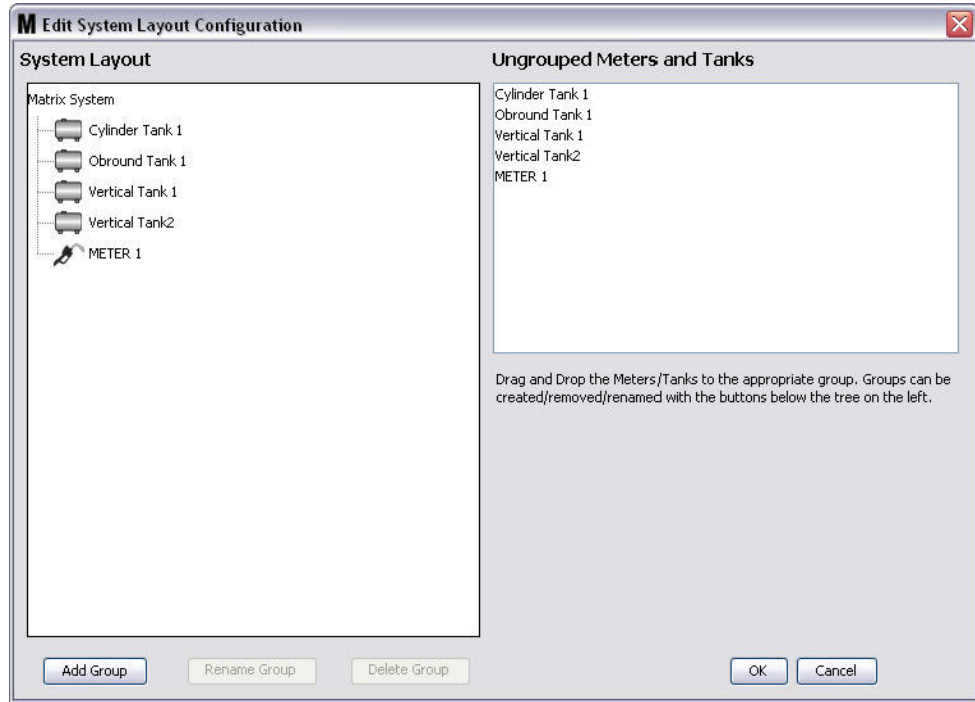

图 125
3. 显示图 125 中所示的编辑系统布局配置屏幕。
4. 单击“添加组”按钮（图 125），创建一个新的装置组。